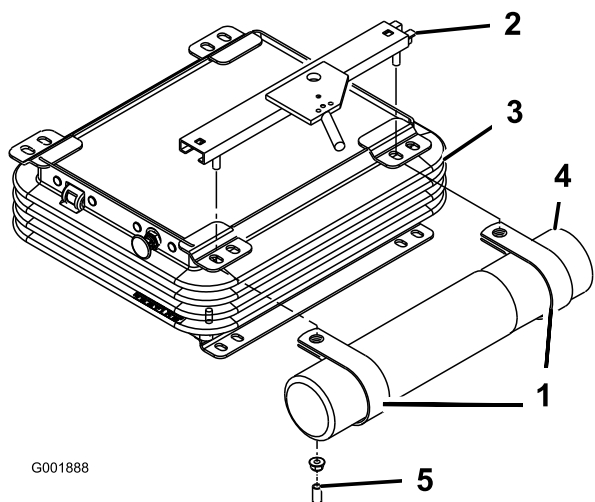

Figura 7
2. Remova as 2 porcas e as cunhas de vinil (se estiverem instaladas) que fixam o suporte superior do banco no lado esquerdo da suspensão do banco (Figura 7).
3. Monte, sem apertar, as braçadeiras R nos pernos do suporte do banco com as 2 porcas que retirou anteriormente (Figura 7). As braçadeiras R são posicionadas debaixo das patilhas da suspensão do banco.
4. Instale o tubo manual nas braçadeiras R e aperte as porcas (Figura 7).